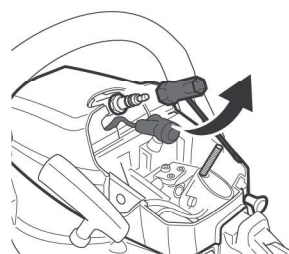

Fig. 59
- > Use a chave combinada (32) para soltar e retirar a vela de ignição (Fig. 59).